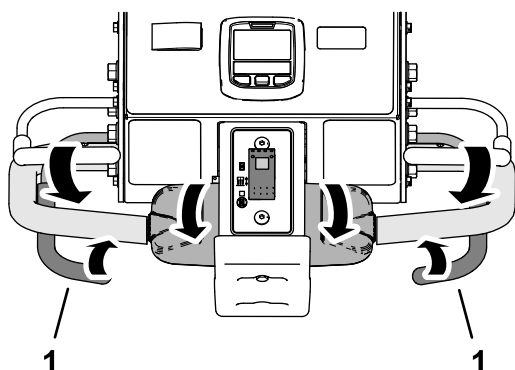

Figura 90
3. A medida que el neumático delantero pase sobre el perímetro del área de aireación, cierre la izquierda o la derecha de la barra de aireación (Figura 90)